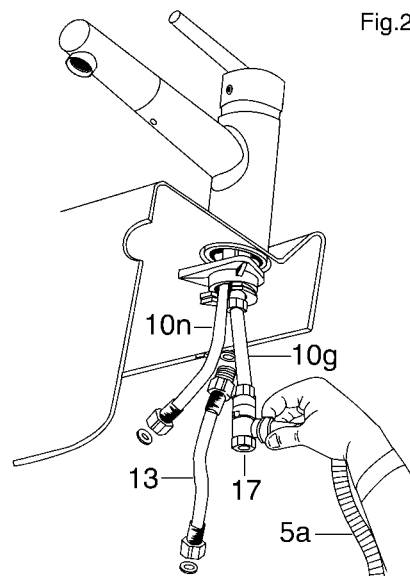

Fig.2
- ◇ Visser le flexible (13) avec le détendeur de flux au niple (11d) vérifier que le joint (14a) soit bien positionné (Fig.2).
- ◇ Visser le raccord (16) avec les clapets antiretour (16b-c) au robinet d'arrêt de l'installation.
- ◇ Visser le T (17) à la sortie (couleur rouge) du chauffe-eau fileté G3/8.
- ◇ Visser le flexible (5a) au T (17) en plaçant correctement le joint (17c).
- ◇ Raccorder le robinet en vissant le flexible marqué avec la flèche bleue vers le bas (10n), à l'entrée (couleur bleue) du chauffe-eau et le flexible marqué avec la flèche rouge (10g) au T (17).
- Raccorder le flexible marqué avec la flèche bleue vers l'haut (13) avec le raccord (16) placé sur le robinet d'arrêt.